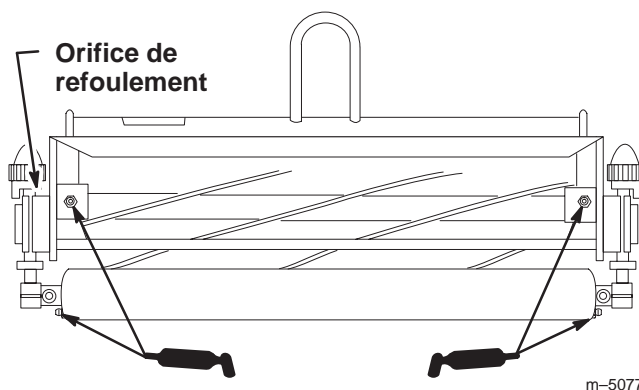

Figure 8
Chaque plateau de coupe comporte six graisseurs (Fig. 8 et 9) qu'il faut lubrifier immédiatement après chaque lavage pour purger l'eau qui se trouve à l'intérieur des roulements et augmenter la vie utile de ces derniers. Lubrifiez les graisseurs avec de la graisse universelle au lithium N° 2. Pour de meilleurs résultats, utilisez un pistolet à graisse manuel.
2. Lubrifiez les roulements de cylindres (Fig. 8) jusqu'à ce que la graisse sorte par l'orifice de refoulement.
3. Lubrifiez les roulements des rouleaux avant et arrière (Fig. 8 et 9) jusqu'à ce que la graisse commence à sortir autour des lèvres des joints.